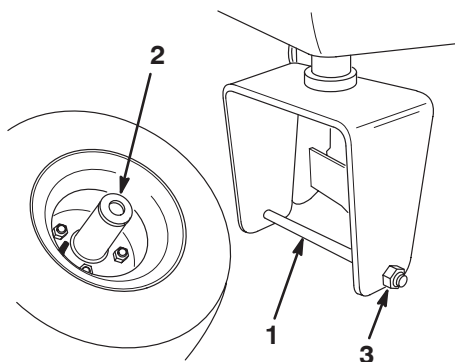

Figure 4
1. Déposez le boulon et le contre-écrou des trous de montage de la roue dans la chape de roue arrière (Fig. 4).
2. Montez la roue arrière dans la chape pivotante. Introduisez le boulon dans l'un des trous de montage, disposez une entretoise et faites passer le boulon à travers la roue (Fig. 4).